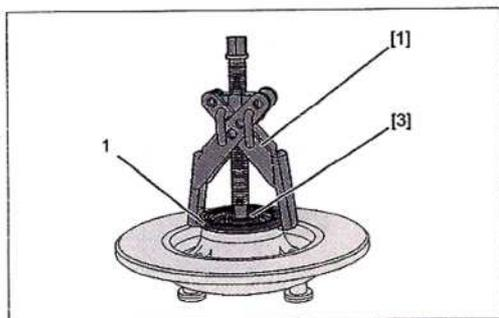

FIG. 48
- Sobre este último, colocar los útiles [3] y [1] (Fig.48).